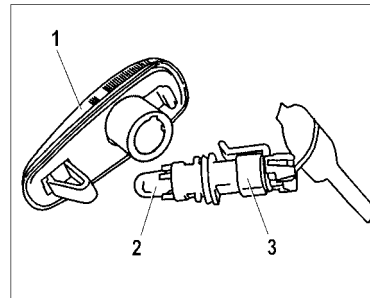

**Рис. 52. Задний фонарь**
- отсоедините колодку проводов 1 (рис. 52);